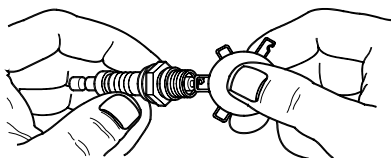

Figura 4-4. Bujía
3. Compruebe la separación entre electrodos con un calibrador de alambre y configúrela a la medida recomendada de 0,028 - 0,031 pulg. (0,70 - 0,80 mm). Consulte la **Figura 4-4**.